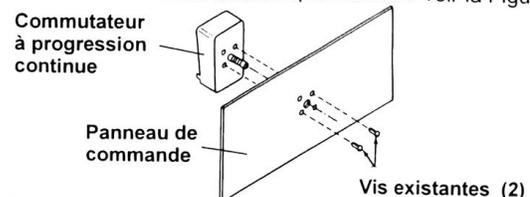

Figure 2
6. À l'aide des vis existantes, poser le nouveau commutateur exactement au même endroit que l'ancien. Voir la Figure 2.